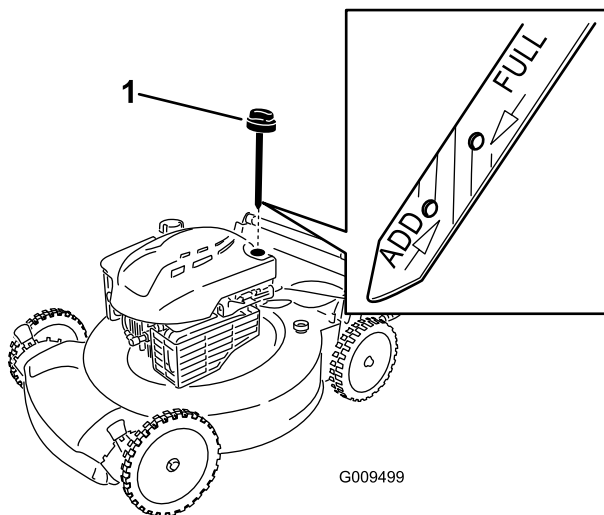

Bild 10
2. Ziehen Sie den Ölmesstab heraus (Bild 10).
5. Nehmen Sie den Peilstab heraus und lesen Sie den Ölstand am Peilstab ab, siehe Bild 10.